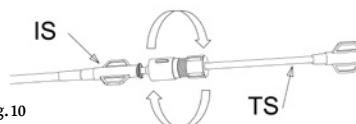

Fig. 10
- Ligar o cateter de transporte (TS) a bainha de implantação (IS) rosqueando o cateter de transporte (Fig. 10)